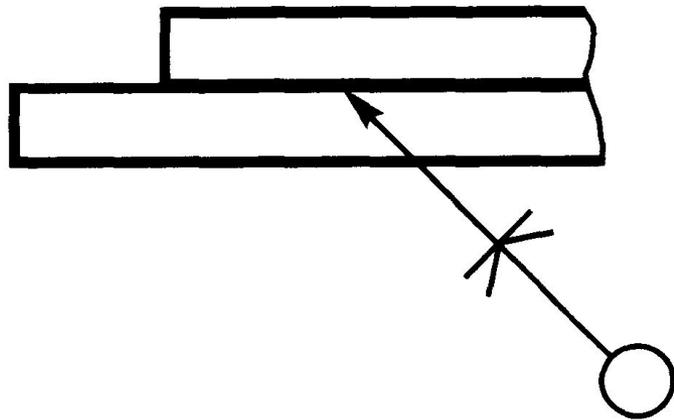

Рис. 10
- Для обозначения склеивания применяют условный знак (рис. 10).
- Если шов выполняется по замкнутому контуру, то линию-выноску заканчивают окружностью, диаметр которой 3...4 мм (рис. 10).